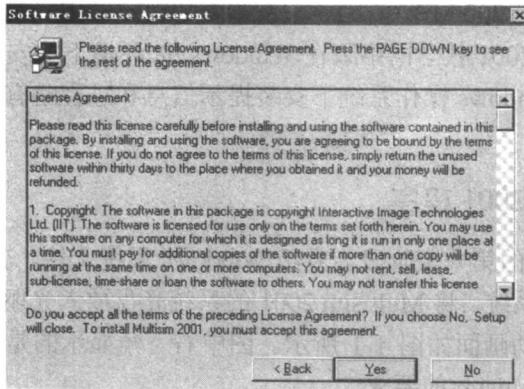

图 1-3 Multisim 2001 版权声明对话框
(3) 点击 Next 按钮之后，将出现一个版权声明对话框，如果愿意遵守其声明，点击 Yes 按钮后即继续进行安装，如图 1-3 所示。